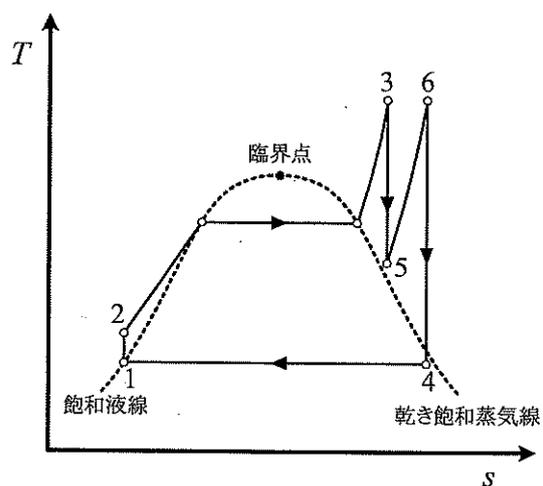

図 2
- (3) タービンでの作動流体の膨張を途中で止めて再熱器で再加熱し、2 回に分けて膨張させるサイクルを再熱サイクルという。図 2 は再熱サイクルの  $T-s$  線図であり、図中の 1~6 の数字は作動流体の状態を示す。高圧タービン入口温度  $T_3$  が 600°C、圧力  $p_3$  が 15.0 MPa、高圧タービン出口圧力  $p_5$  が 5.00 MPa のとき、高圧タービン出口温度  $T_5$  [°C] および高圧タービンがする仕事  $L_{high}$  [kJ/kg] を求めなさい。また、低圧タービン入口温度  $T_6$  が 600°C、圧力  $p_6$  が 5.00 MPa のとき、再熱器における吸熱量（状態 5 から 6 の変化における吸熱量） $h_{re}$  [kJ/kg] を求めなさい。なお、表 1 に無い条件の値を使うときは、表 1 中の値を用いて直線近似しなさい。
- (4) (3) の再熱サイクルにおいて、低圧タービン出口圧力  $p_4$  が 10.0 kPa のとき、低圧タービン出口の湿り蒸気の乾き度  $x_4$  [-]、低圧タービンがする仕事  $L_{low}$  [kJ/kg] を求めなさい。
- (5) (4) の再熱サイクルの理論熱効率  $\eta_{re}$  [-] を高圧タービンがする仕事  $L_{high}$  [kJ/kg]、低圧タービンがする仕事  $L_{low}$  [kJ/kg]、高圧タービン入口蒸気の比エンタルピー  $h_3$  [kJ/kg]、ポンプ入口の飽和液の比エンタルピー  $h_1$  [kJ/kg]、および再熱器における吸熱量  $h_{re}$  [kJ/kg] を使って表しなさい。また、この再熱サイクルの理論熱効率  $\eta_{re}$  [-] の値を求めなさい。